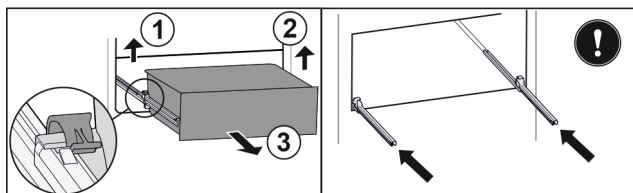

Fig. 215
- Ngrini lart kapësen e majtë dhe në të njëjtën kohë tërhiqni nga përpara sirtarin e majta. Fig. 215 (1)
- Ngrini lart kapësen e djathtë dhe në të njëjtën kohë tërhiqni nga përpara sirtarin nga e djathta. Fig. 215 (2)
- Hiqeni sirtarin nga përpara. Fig. 215 (3)